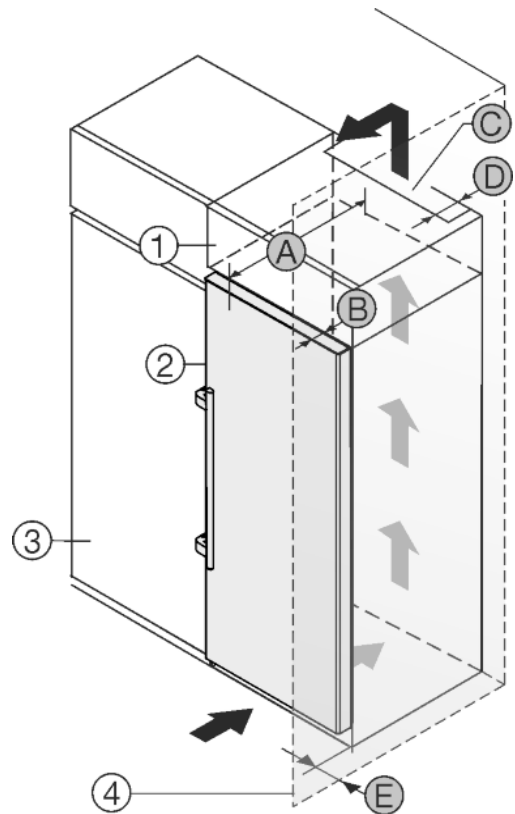

Fig. 23
Het apparaat kan in keukenkasten worden ingebouwd. Om het apparaat *Fig. 23 (2)* aan de hoogte van het keukenblok aan te passen, kan boven het apparaat een opzetkast *Fig. 23 (1)* worden aangebracht.
Het apparaat kan direct naast de keukenkast *Fig. 23 (3)* worden geplaatst. Om de deuren volledig te kunnen openen, moet het apparaat overeenkomstig de diepte *Fig. 23 (B)* t.o.v. het keukenkastfront uitsteken. Afhangelijk van de diepte van de keukenkast en het gebruik van de wandafstandhouders kan het apparaat verder uitsteken.
- Aan de achterzijde van de opzetkast moet een luchtafvoerkanaal met de diepte *Fig. 23 (D)* over de volledige breedte van de opzetkast aanwezig zijn.
- Onder het plafond moet de ventilatiedoorsnede *Fig. 23 (C)* worden aangehouden.
Wanneer het apparaat met de scharnieren naast een wand *Fig. 23 (4)* wordt geplaatst, moet de afstand *Fig. 23 (E)* tussen apparaat en wand worden aangehouden. Dit komt overeen met de uitsteekmaat van de handgreep bij geopende deur.